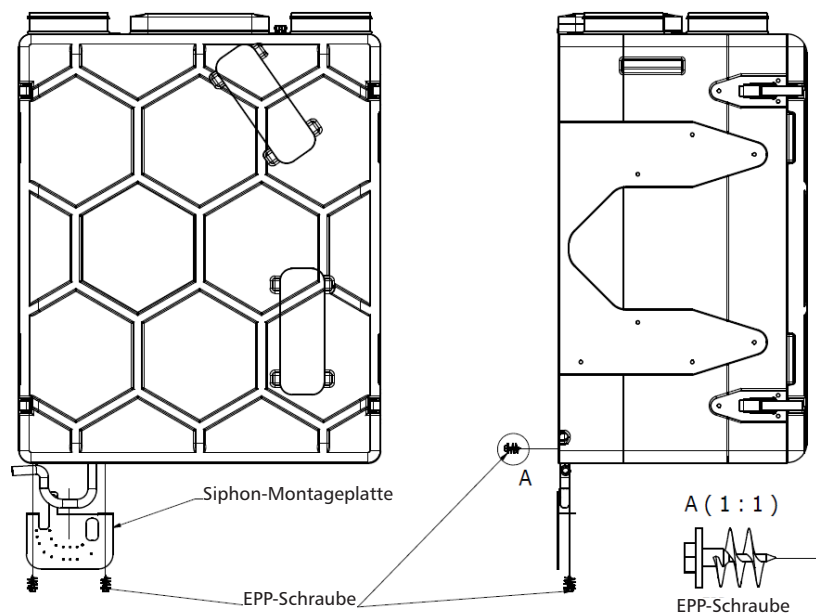

Abb. 11 - Einbau der Siphonplatte
- Befestigen Sie die Montageplatte des Siphons mit 3 EPP-Schrauben (Abb. 11).